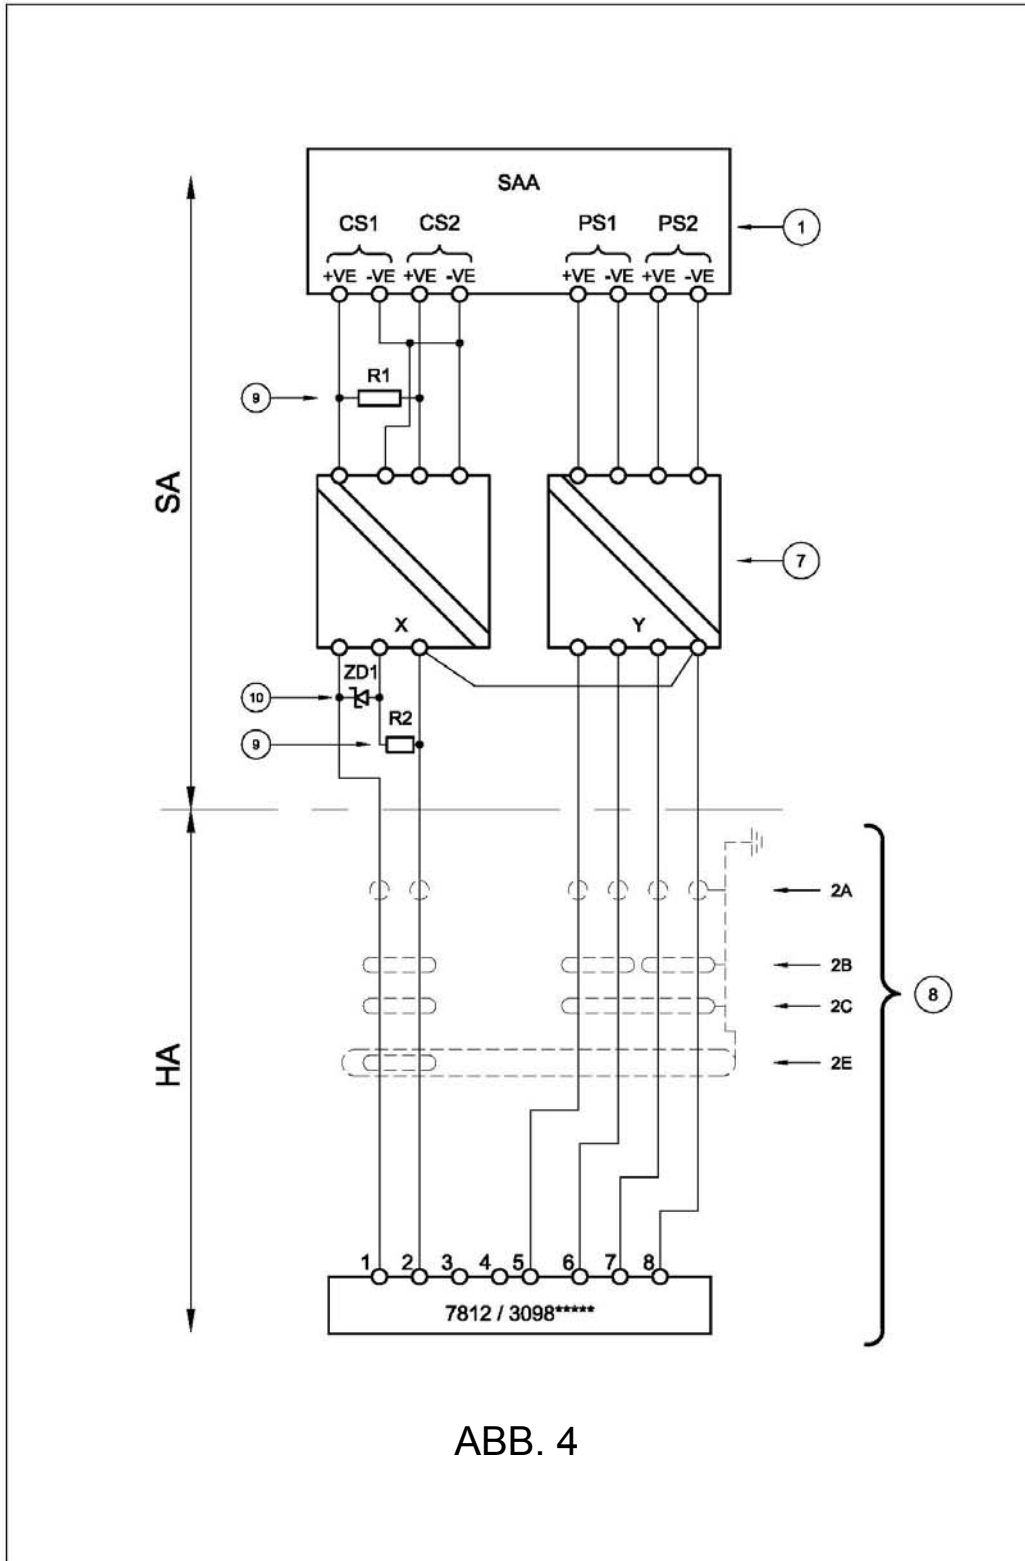

ABB. 4
- Abb. 4 – Systemverdrahtung für Zweileiter-Barriere mit Trennbaustein